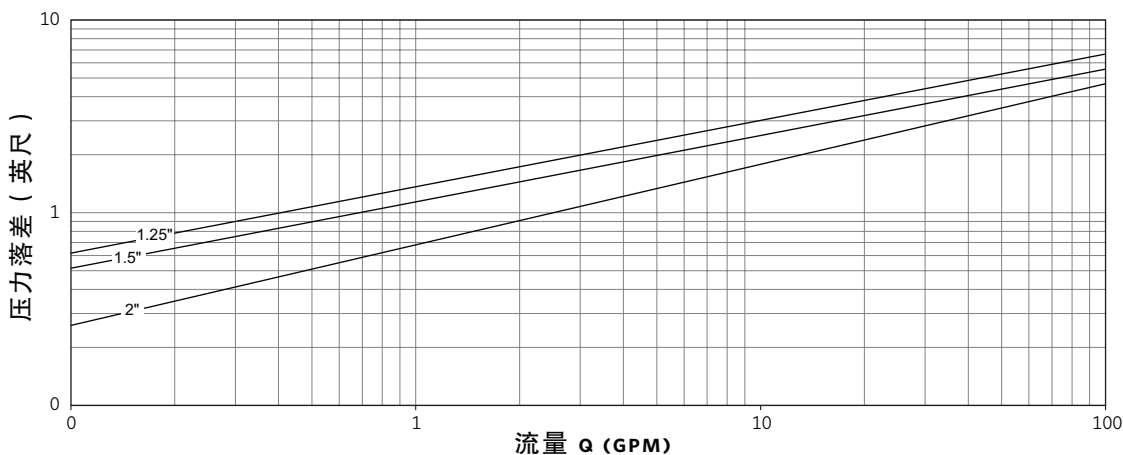
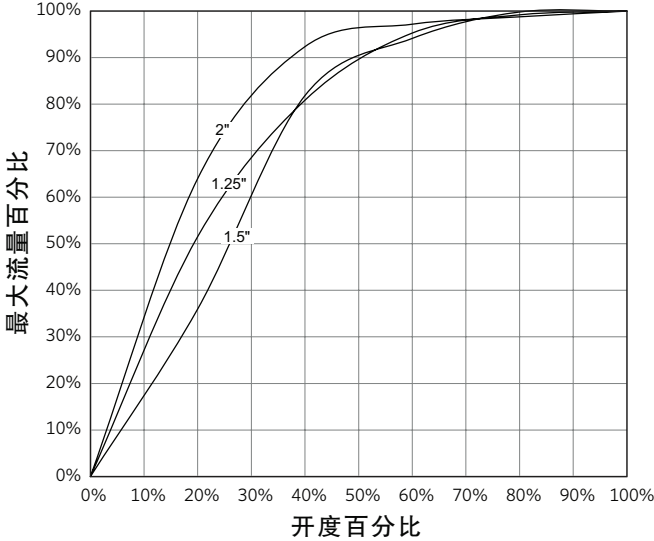

图. 14
图. 15
- 2.2 请参考当阀处于全开状态下时FTV出口多功能阀的性能曲线（图14、图15）。
- 3.3 在流量特性曲线图（图15）底部刻度上找出阀门开度百分比。往上画垂直线与阀门特性曲线相交，然后从交点画平行线与图表左侧相交，然后记录最大流量百分比。
从FTV出口多功能阀的性能曲线得出（图14），2"阀门在3.5英尺压差（1.06米）下的流速为55.05 Usgpm（3.47升/秒）。
从流量特性曲线（图15）得出，2"阀门在60%开度状态的流量为最大流量的95%。